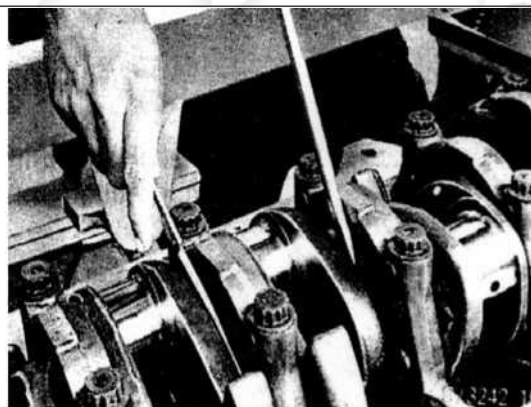

РИС. 50
12) Проведите проверку на свободное вращение и осевой зазор коленчатого вала. Проверьте осевой зазор коленчатого вала, вставив щуп между упорным кольцом 4ой шейки и упорной шайбой (см. рис. 50).